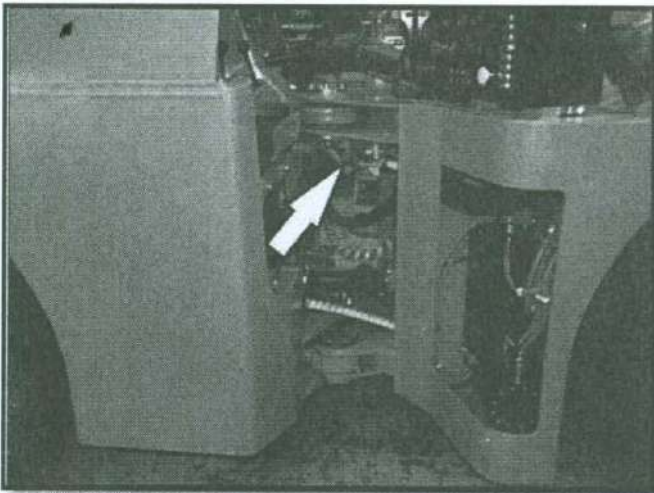

Figura 56. Conmutador principal.
1. Asegúrese de que el conmutador principal está en posición de encendido (ON) (Ver figura 56).